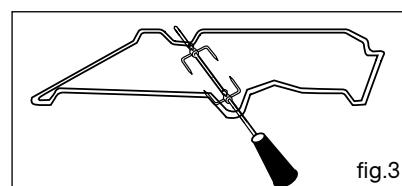

fig.3
• **Espeto rotativo (fig.3) consoante o modelo**